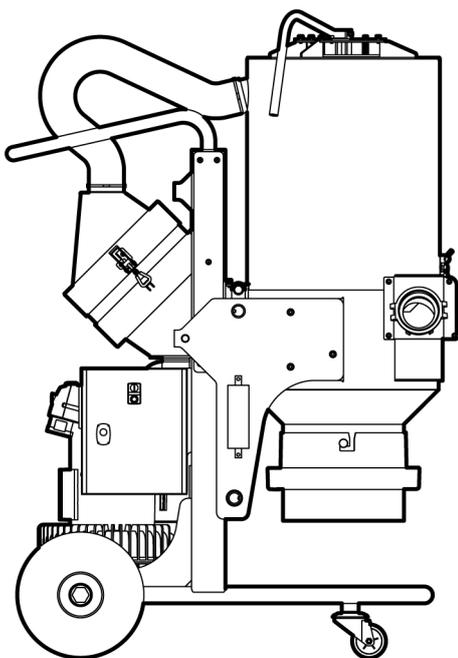
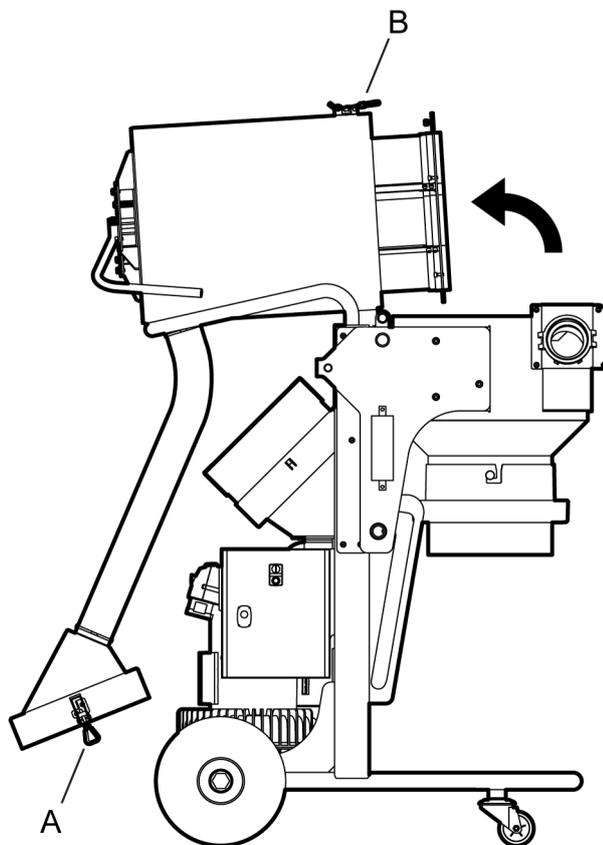

Abbildung 4-1. Transportstellung
Abbildung 4-3. In Servicestellung herunterklappen
Der Staubabscheider kann in drei Stellungen gebracht werden: Transportstellung, Betriebsstellung und Servicestellung (Wechsel des Strumpffilters), siehe *Abbildung 4-1, Seite 12, Abbildung 4-2, Seite 13* und *Abbildung 4-3, Seite 14*.
Der Staubabscheider kann in die Transportstellung abgesenkt werden, siehe Abbildung 4-1, Seite 12.
Der Staubabscheider kann in die Serviceposition geklappt werden, indem das obere Zylinderteil vom unteren Zylinderteil gelöst wird, siehe *Abbildung 4-3, Seite 14*.
1. Lösen Sie die beiden Schnellbefestigungen (siehe Pos. A in *Abbildung 4-3, Seite 14*), welche den Halter des Absolutfilters festhalten. Lassen Sie Halter und Schlauch frei hinter dem Seitenkanallüfter hängen, siehe *Abbildung 4-3, Seite 14*.
2. Lösen Sie die Schnellbefestigung (siehe Pos. B in *Abbildung 4-3, Seite 14*), die das obere und das untere Zylinderteil zusammenhält, und kippen Sie anschließend das obere Teil gegen den Handgriff, siehe *Abbildung 4-3, Seite 14*.